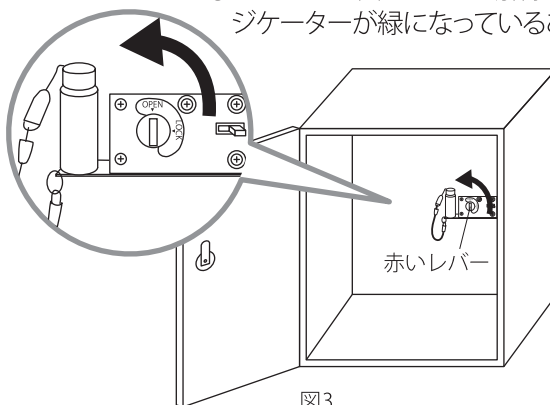

図3
- ② 取り出した後、奥の赤いツマミを左へ回し (OPEN) 表扉のロックを解除します。(図3)